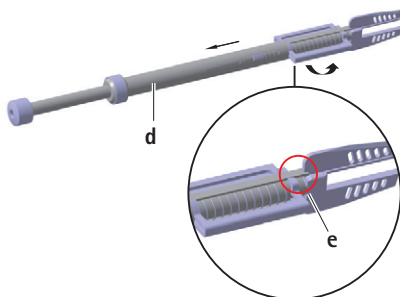

Fig. 3
- Posicionar o elemento de guia **e** no guarda-corpo **d** na ponte do cinzel, ver Fig. 3.